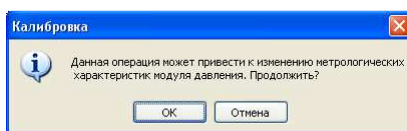
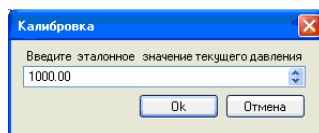

Рисунок 4.81 – Запрос на изменение калибровочной информации
Рисунок 4.82 – Ввод эталонного значения давления
- после установления показаний на модуле давления нажать кнопку «Калибровать», ответив на запрос утвердительно (см. Рисунок 4.81), в программу следует ввести воспроизведенное на эталоне значение давления (см. Рисунок 4.82).